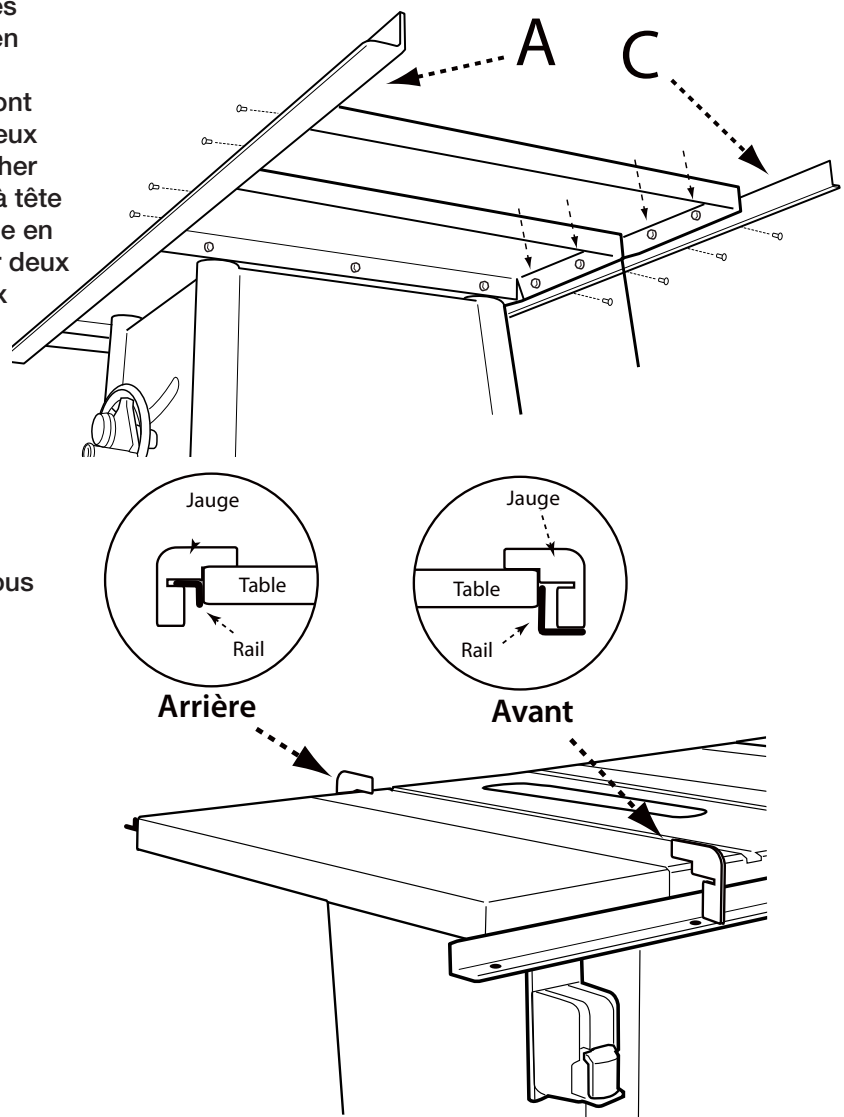

FIGURE 6
2. Attacher le rail avant (A) (2"x2"x57" pour les modèles de largeur de délignage de 30"), (2"x2"x79" pour les modèles de largeur de délignage de 52") à l'établi de scie et à ses rallonges à l'aide de vis à tête plate de 5/16-18x1 1/8". Aligner les trous du rail avec ceux situés sur l'établi et ses rallonges.
3. Utiliser la jauge d'alignement de rail fournie (B) pour s'assurer que le rail est à la bonne distance du sommet de l'établi des deux côtés de l'établi en fonte. (fig 6) Utiliser ensuite la jauge d'alignement de rail pour définir la même distance pour les rallonges d'établi.
5. Utiliser la jauge d'alignement de rail fournie (B) pour s'assurer que le rail est à la bonne distance du sommet de l'établi des deux côtés de l'établi en fonte. (fig 6) Utiliser ensuite la jauge d'alignement de rail pour définir la même distance pour les rallonges d'établi.